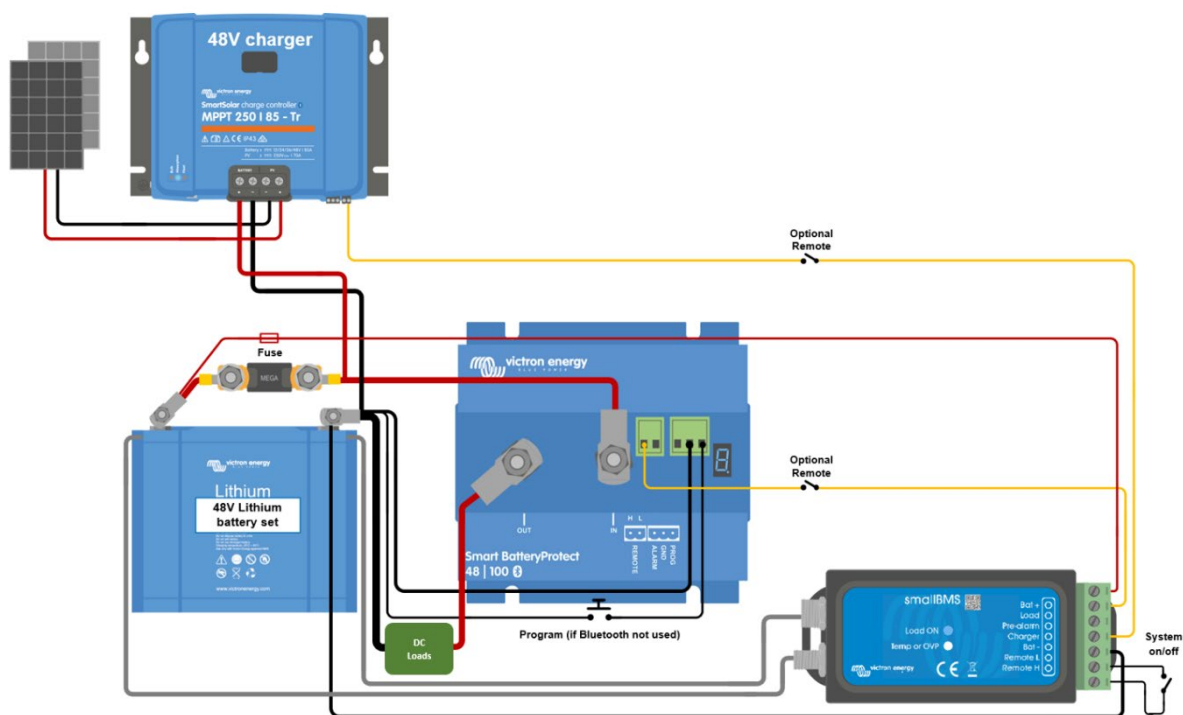

Figura 4: Sistema solar CC con batería de litio (aplicable con VE.Bus BMS o smallBMS)
- Cuando esté en modo ion litio, SBP entrará en un periodo de inactividad de 30 segundos una vez que la entrada remota de SBP haya entrado en flotación. Se puede ver una descripción detallada bajo la figura 4.